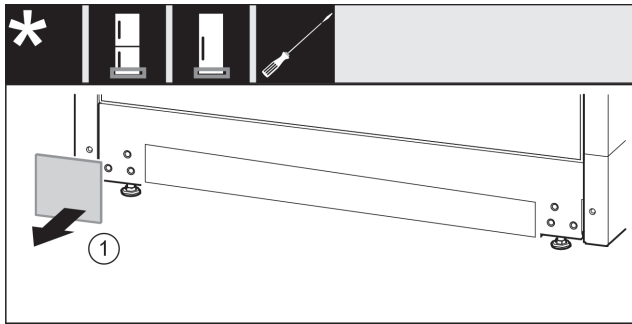

Fig. 35
► Detașați apărătoarea. Fig. 35 (1)